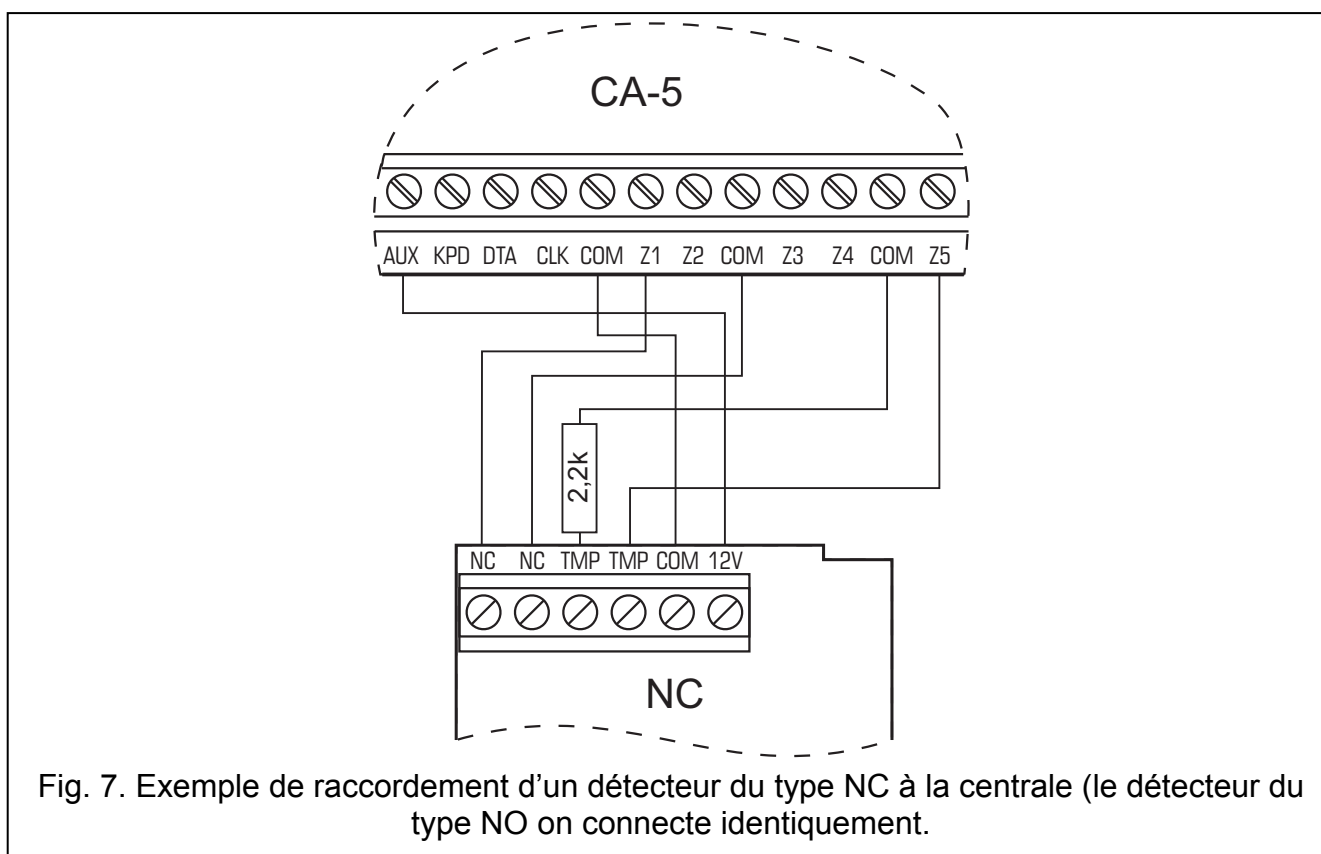

Fig. 7. Exemple de raccordement d'un détecteur du type NC à la centrale (le détecteur du type NO on connecte identiquement).
- Sur les figures 7, 8 et 9 il est présupposé que la sortie 5 est une ligne de sabotage (programmée par défaut comme 24 H DE SABOTAGE, type de ligne EOL).